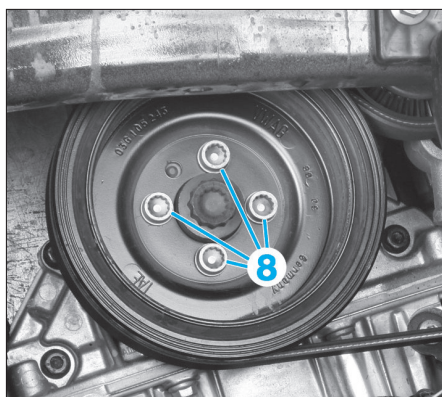

FIG. 9
- les vis (8) de la poulie de vilebrequin (Fig.9),